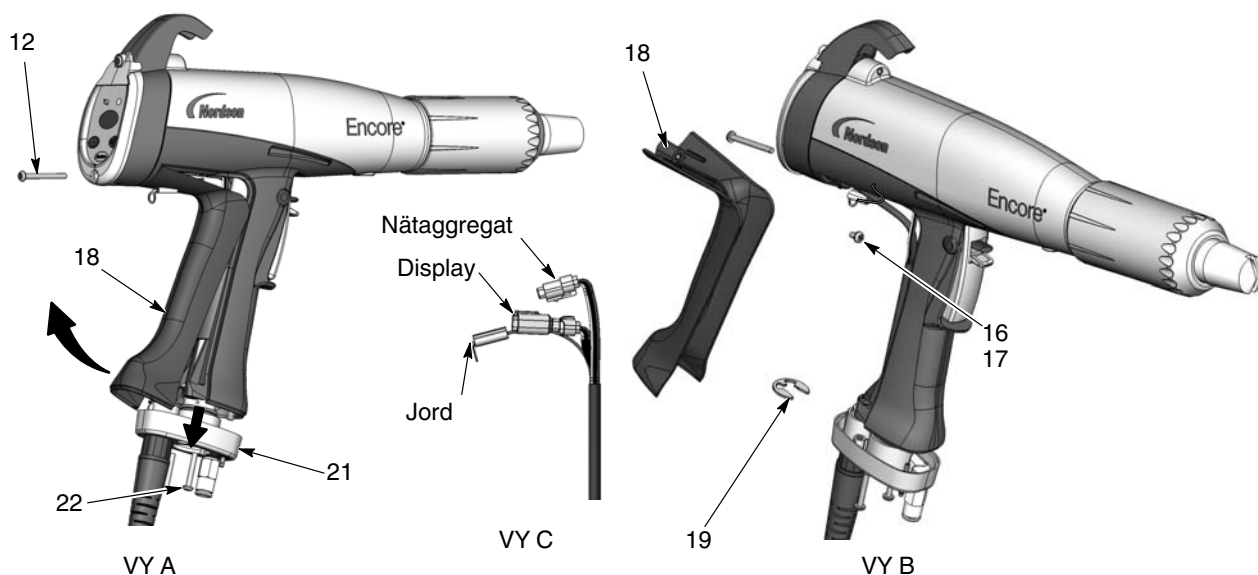

Bild 6-7 Byte av kabel
2. Se bild 6-7, vy A. Tag av de två M3 x 20 skruvarna (22) som fäster handtagsbasen (21) till handtaget.
3. Tag av den nedre M3 x 35 skruven (12) från displaymodulen.
4. Drag av basen från handtagsdelen tillräckligt långt för att nederkanten på jordkontakten (18) skall friläggas från basen.
6. Se bild 6-7, vy B. Tag av M3 x 8 skruven, låsbrickan (16, 17), och jordanslutningen från jordkontakten.
7. Tag av låsbrickan (19) från kabeln.
8. Se bild 6-7, vy C. Drag ut kabelanslutningarna ur handtaget. Stick in en liten flatklingad skruvmejsel i spåren i kontakten för nätaggregatet och displayen så att spärren släpper och koppla därefter loss dem.
1. Se bild 6-7. Mata igenom en ny kabel genom handtagsbasen, sätt därefter på låsbrickan (19) på kabeln så att den hålls på plats.